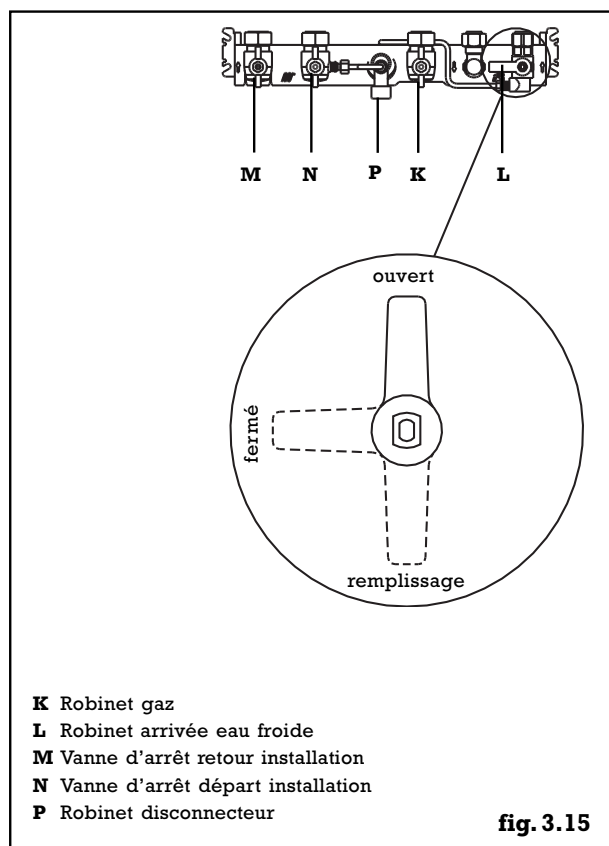

fig. 3.15
- placer le robinet d'arrivée d'eau froide (**L**) sur la position "remplissage" (**fig. 3.15**)
- laisser le robinet d'entrée d'eau froide de la chaudière **L** (**fig.3.15**) en position "ouvert" (manette vers le haut)